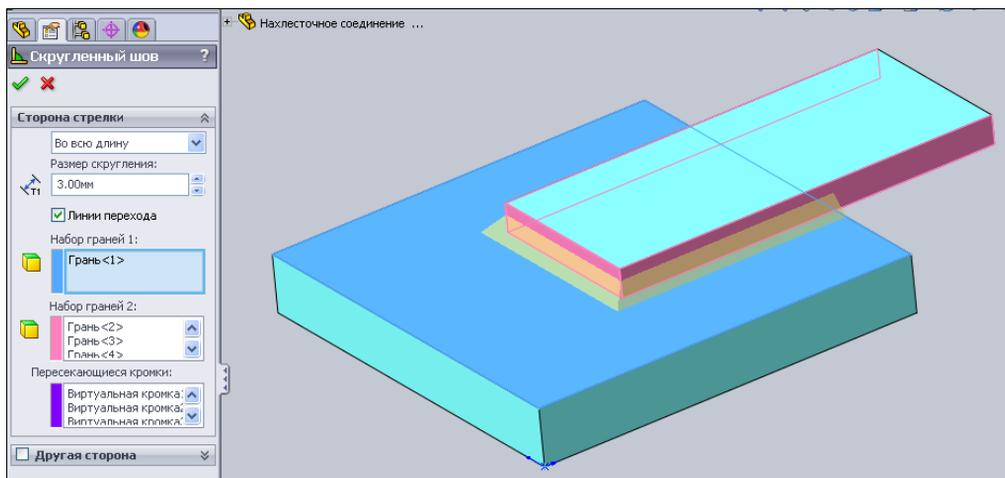

Рис. 5.33
5. Поскольку кромки детали в данном соединении разделять не нужно, то осталось только создать сварочный шов. Для этого на панели инструментов **Сварочные детали** вызовите команду  — **Скругленный шов**, которая добавляет элемент углового сварного шва между двумя непересекающимися телами. Щелкните мышью в поле **Набор граней 1** и затем по верхней грани большей детали (например, **Грань <1>**). Наименование грани отобразится в поле. Теперь щелкните мышью в поле **Набор граней 2** и затем по боковым граням меньшей детали. Толщину шва в параметре **Размер скругления** установите равной 3 мм (рис. 5.33).